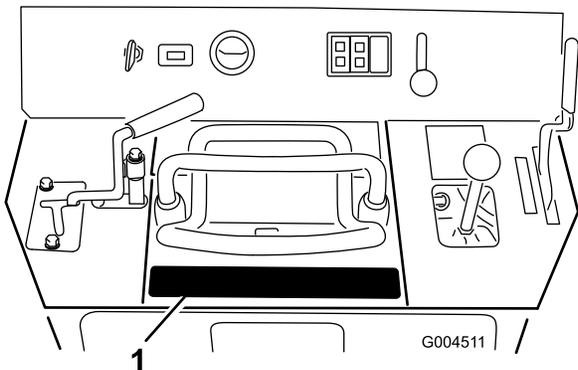

Figure 7
1. Nettoyez la surface derrière la commande de déplacement (Figure 7) pour supprimer toute trace de crasse ou de graisse.
2. Enlevez la pellicule de protection au dos de l'autocollant et collez-le en position (Figure 7).